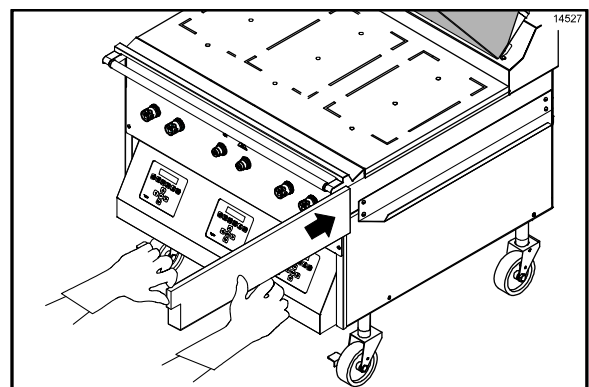

Abbildung 71
44. Die Fettsammelbehälter wieder einsetzen. (Siehe Abbildung 71.)